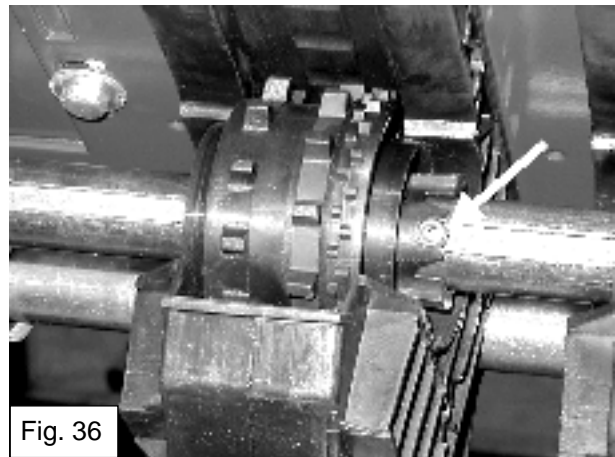

Fig. 36
- Demonteer de spie op het uitgekozen zaaiwiel door het met een puntig voorwerp uit te trekken (fig. 36).
Let op: de nokken op de tandwielhelften passen in de ronde uitsparingen op de koppelingszijde van het zaaiwiel (fig. 36).